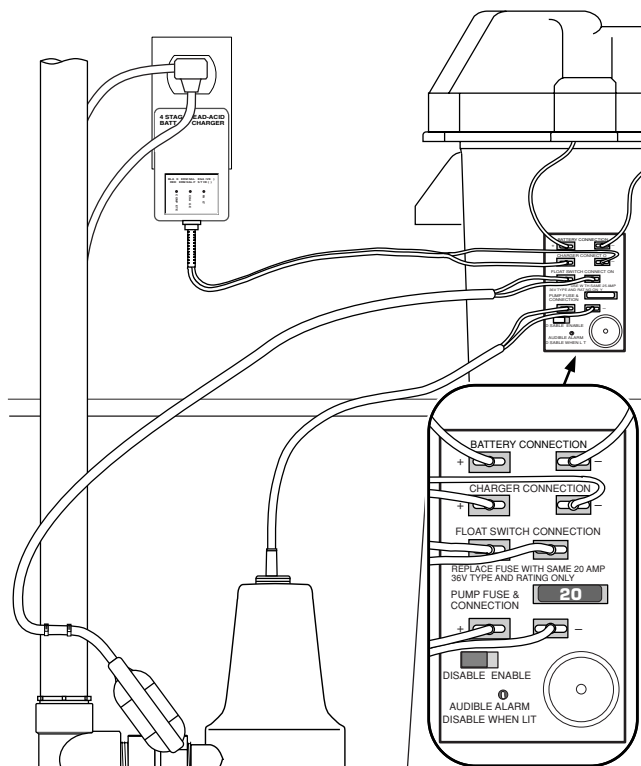

Figura 9 – Conexiones de cables DB10018T-01
1. Aplique dos trozos de cinta de dos lados (suministrada, clave No. 9) a la parte posterior de la caja de empalme. Oprima la caja de empalme sobre la caja de la batería según se ilustra en la Figura 9 y en la página 15 (vista esquemática).
2. Conecte el cargador según se ilustra en la Tabla 1 y en la Figura 9.